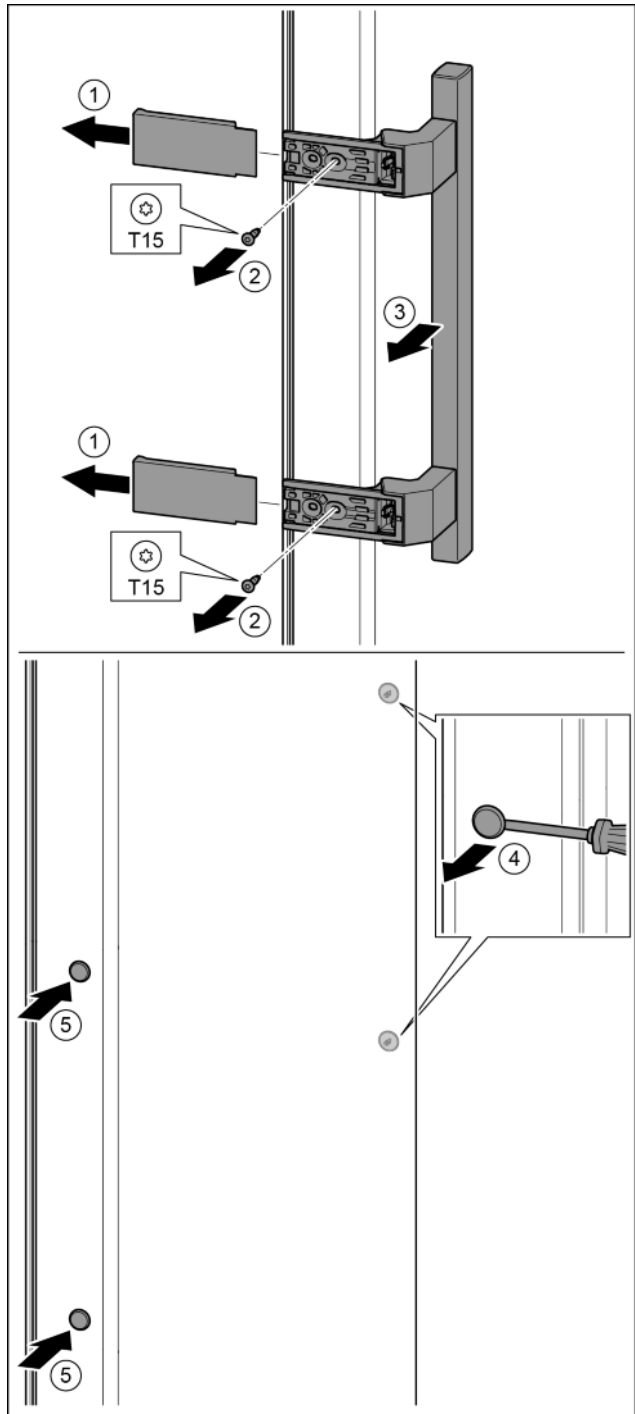

Fig. 21
- Húzza le a fedelet. Fig. 21 (1)
- T15 csavarhúzóval tekerje ki a csavarokat. Fig. 21 (2)
- Vegye le a fogantyút. Fig. 21 (3)
- Az oldalsó dugókat egy csavarhúzóval óvatosan emelje meg és húzza ki. Fig. 21 (4)
- A dugókat helyezze be a másik oldalon. Fig. 21 (5)